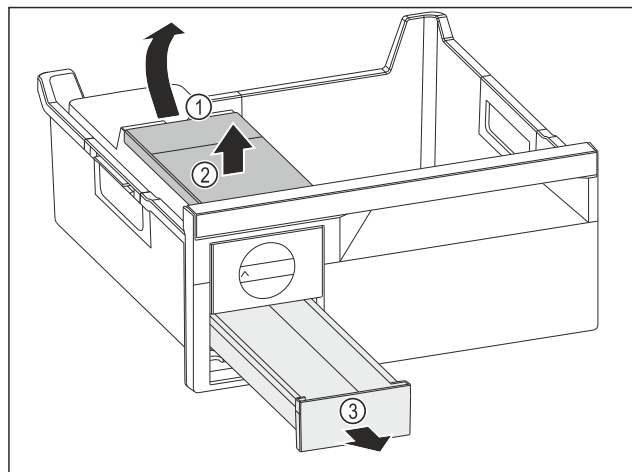

Fig. 170
- Heqja e depozitës së ujit: Ngrini lart depozitën e ujit duke e kapur nga foleja Fig. 170 (1).
- Hiqni depozitën e ujit Fig. 170 (2) për nga lart.
- Hiqni sirtarin e kubave të akullit Fig. 170 (3) nga përpara.